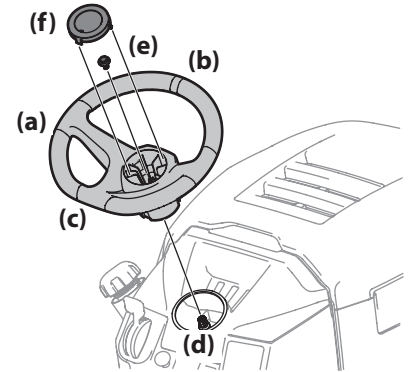

Figura 2-9
1. Con las ruedas del tractor apuntando recto hacia adelante, alinee el volante (a) usando la línea central (b) de la parte delantera del volante (a) que apunta hacia adelante y la sección plana del volante (c) orientada hacia el asiento, coloque el volante (a) sobre el árbol de la dirección (d). Vea la Figura 2-9.